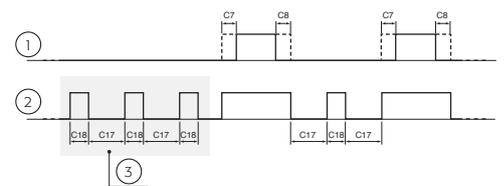

Fig. 5.a.j
**c17:** Ci-dessous nous reprenons un diagramme (Fig. 5.a.j) d'exemple de fonctionnement de la pompe en burst (activé avec H05=3, voir paramètre H05).